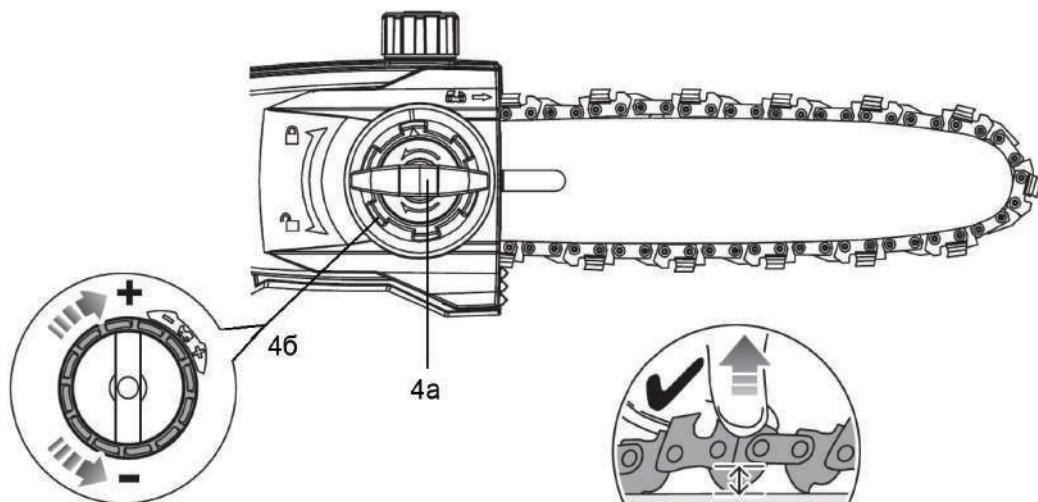
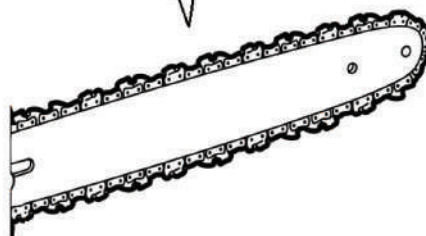

Рис. 10
Рис. 11
1. Ослабьте против часовой стрелки ручку 4а (рис. 10) механизма натяжения цепи.
2. Приподнимите переднюю часть шины вверх, и удерживая ее, крутите ручку натяжения цепи 4б (рис. 10) по часовой стрелке до тех пор, пока цепь не будет плотно прилегать к нижней части шины. Затем возьмите цепь посередине шины с верхней части и приподнимите верх. Цепь должна выходить из направляющего паза шины на 3 -4 мм (рис. 11).
3. Зафиксируйте крепление шины фиксатором 4а (рис. 10).